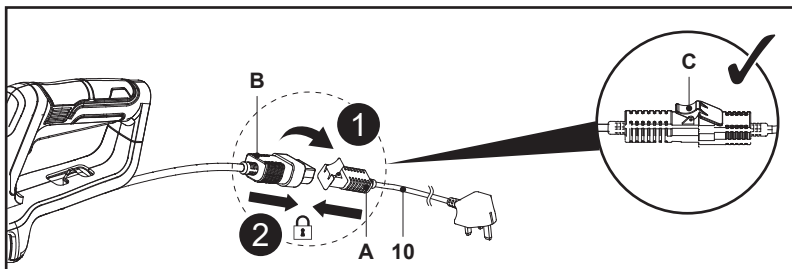

Fig. 2
1. Ouvrir le couvercle (C) de la prise (A) du cordon d'alimentation (10), puis aligner les broches de la prise (B) sur les fentes de la prise (A) et appuyer dessus. S'assurer que l'assemblage est correct, puis fixer le couvercle (C) en position (Fig. 2, étapes 1, 2).